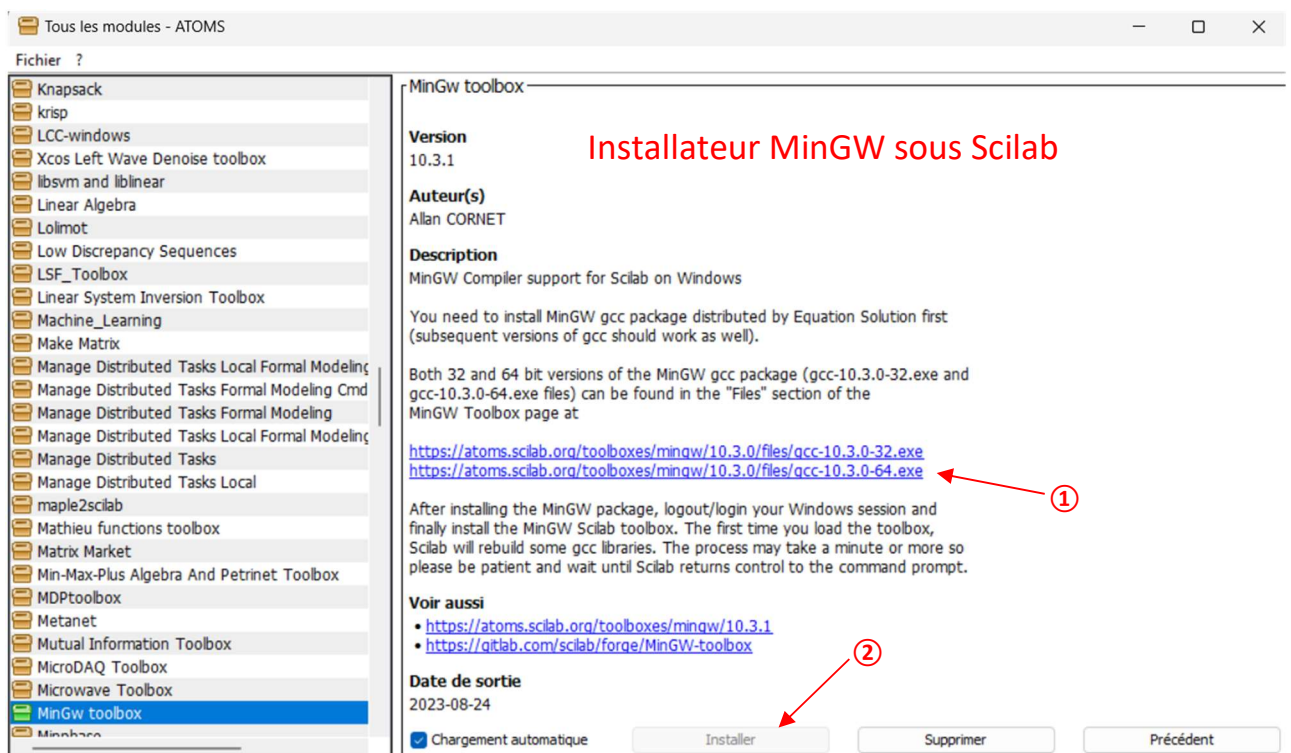

Figure 8 : Installeur MinGW sous Scilab
4. Finir l'installation de MinGW en cliquant sur « Installer », comme indiqué en ② sur la *Figure 8*.